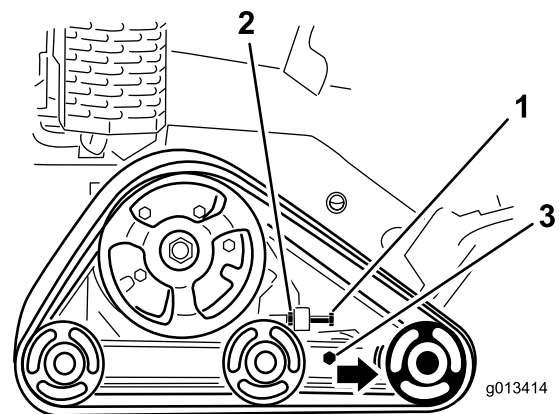

Bild 43
3. Lösen Sie die Klemmmutter an der Spannschraube der Kette und die Klemmschrauben am Spannarm (Bild 43).
4. Ziehen Sie die Spannschraube bis auf 32,5-40 N·m an, um die Kette zu spannen (Bild 43).
4. Lösen Sie die Spannschraube und Klemmmutter (**Bild 43**).
5. Lösen Sie die Klemmschrauben (**Bild 43**).